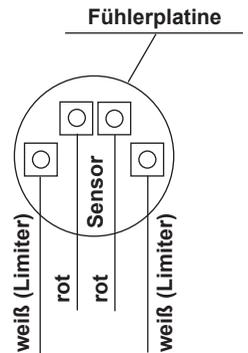

Abb. 9
4. Die Leitungen für den Temperaturfühler (rot) gemäß Abb. 9 an der Fühlerplatine anklammern: Die Fühlerplatine anschließend in das Gehäuse einrasten.